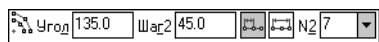

Рис. 39.23.
7.2. В поле **Угол** в группе **Кольцевое направление** введите значение *135*, а в поле **Количество** — значение *7* (рис. 39.23).